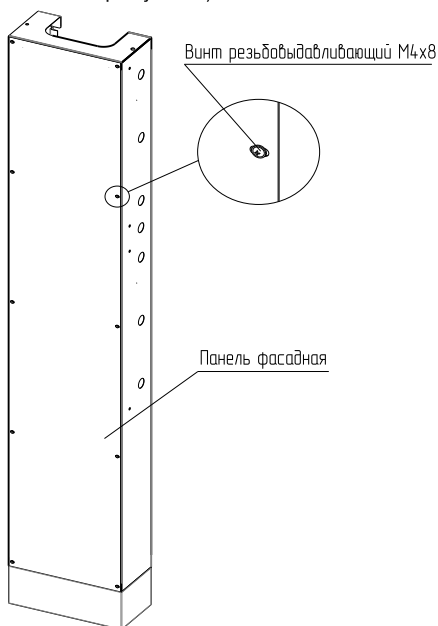

Рисунок 2
4.2.1 Извлечь короб КЭТ LIGHT (далее – короб КЭТ) из упаковки и, вывернуть десять винтов резьбовыдавливающих М4×8, снять панель фасадную (рисунок 2). Винты сохранить.